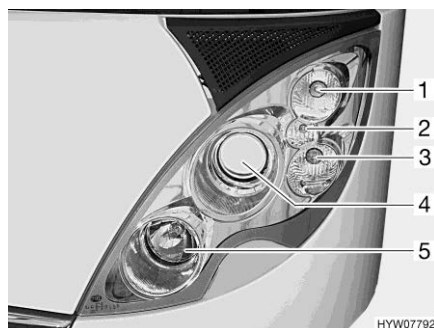
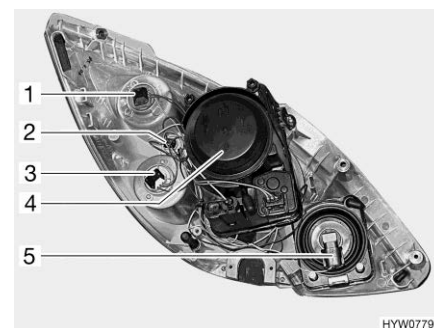

Fig. 218 Faro anteriore (lato anteriore)
Fig. 219 Faro anteriore (lato posteriore)
Indicatore di direzione (Fig. 218,1 e Fig. 219,1)
Luce di posizione (Fig. 218,2 e Fig. 219,2)
Luce diurna (Fig. 218,3 e Fig. 219,3)
(Fig. 218,4 e Fig. 219,4)**
**Abbagliante (Fig. 218,5 e